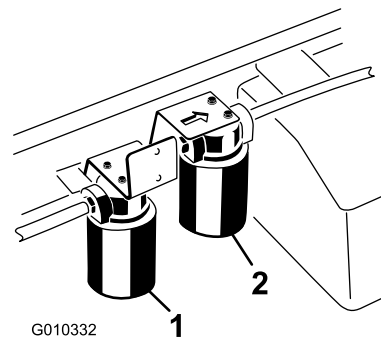

Figura 69
5. Aezați o tavă de golire sub filtru i îndepărtați filtrul (**Figura 69**).
4. Curățați suprafața din jurul zonei de montare a filtrului pentru sistemul hidraulic de debit ridicat (Figura 69).